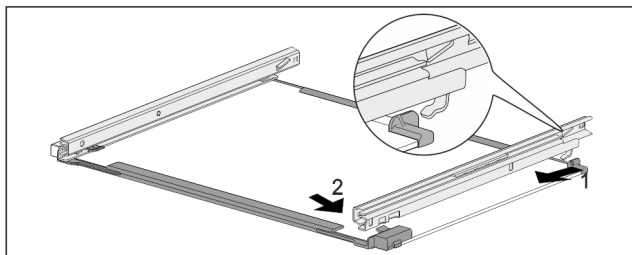

Fig. 181 Tablette en verre avec rails
- Accrocher le rail à l'arrière. Fig. 181 (1)
- Accrocher le rail à l'avant. Fig. 181 (2)